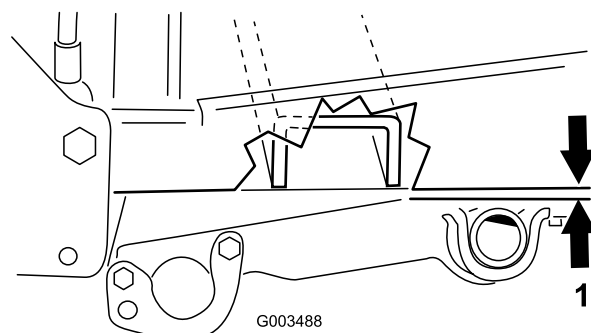

Figura 17
2. Misurare la distanza tra il telaio del trattore e il tubo orientabile come illustrato nella Figura 17.